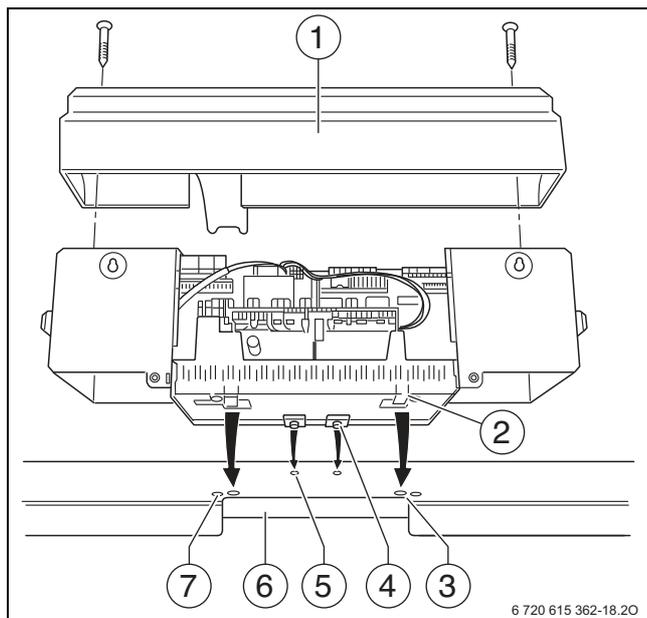
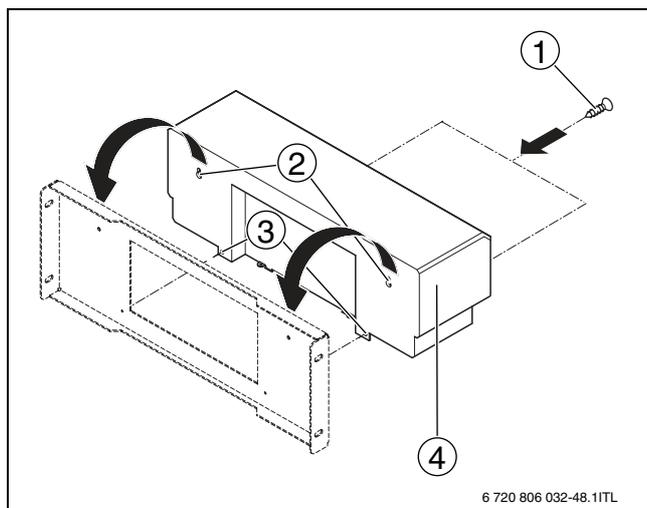

Рис. 20 Монтаж системы управления на котлах 120 - 820 кВт
Рис. 21 Монтаж системы управления на котлах 1040 - 1850 кВт
На рис. 20 система управления (без задней стенки) и кронштейн [1] показаны сзади.
На рис. 21, стр. 21 изображен вид сзади системы управления.
- ▶ Отверните два винта [1] на крышке. Снимите крышку [2] вверх (→ рис. 20).
- ▶ Выньте две заглушки (→ рис. 21, [2]) из системы управления.
- ▶ Повесьте систему управления (→ рис. 21, [4]) на цапфы кронштейна на стороне котла.
- ▶ Установите крышку на систему управления (→ рис. 20 и рис. 21, стр. 21).
- ▶ Закрепите крышку винтами (рис. 20, стр. 21 и рис. 21, стр. 21).